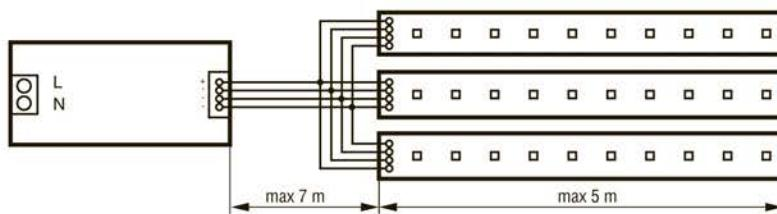

Рис.1
- К одному каналу RGB контроллера не рекомендуется подключать последовательно более 5 метров светодиодной ленты. Для подключения нагрузки высокой мощности сечение провода должно соответствовать расчетному значению сечения для максимального потребляемого тока нагрузки. Каждые дополнительные 5 метров светодиодной ленты рекомендуется подключать параллельно отдельным проводом к RGB контроллеру как показано на Рис.1.